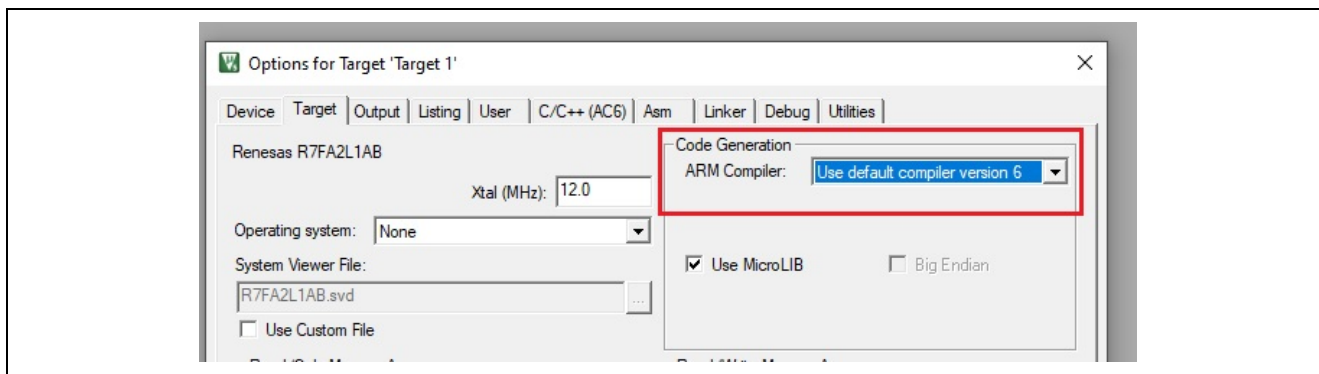

図 48 Arm コンパイラバージョン
2. [ARM Compiler]のバージョンを図 48 のように設定します。